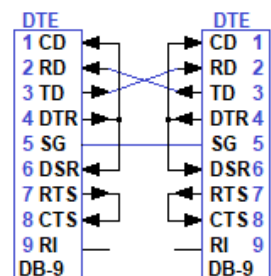

Fig. 8. Conectarea a două echipamente DTE printr-un **cablu null-modem** (DB-9)
- Primul tip de cablu inversor se poate utiliza atunci când controlul fluxului de date se realizează printr-o **metodă software**: nu se utilizează toate semnalele pentru controlul fluxului de date, astfel conexiunile putând fi simplificate. Sunt necesare **doar 3 conexiuni între cele 2 echipamente DTE**: pentru datele transmise, datele recepționate și masa electrică (pinii 2/3, 3/2 și 7/5). La ambii conectori, pinul DTR este conectat cu pinii DSR și CD de la același capăt al conexiunii. Astfel, atunci când semnalul DTR este activat, semnalele DSR și CD vor fi activate și ele (semnalele DSR și CD se activează deci în același mod ca și cum la celălalt capăt al conexiunii s-ar afla un modem). În mod similar, la ambii conectori, pinul RTS este conectat cu pinul CTS de la același capăt al conexiunii (**cablul null-modem**) – Fig.8.